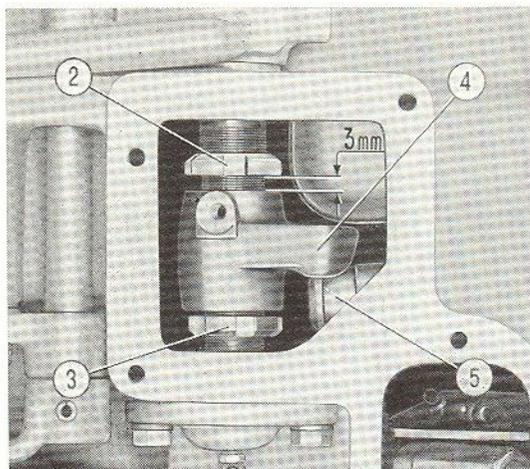

Fig. 23 A. - Jeu de 3 mm entre l'écrou intérieur (2) et le levier de renvoi (4), avec la came du levier même en contact du galet (5).
- Démontez le marchepied et le couvercle de visite (voir fig. 23).